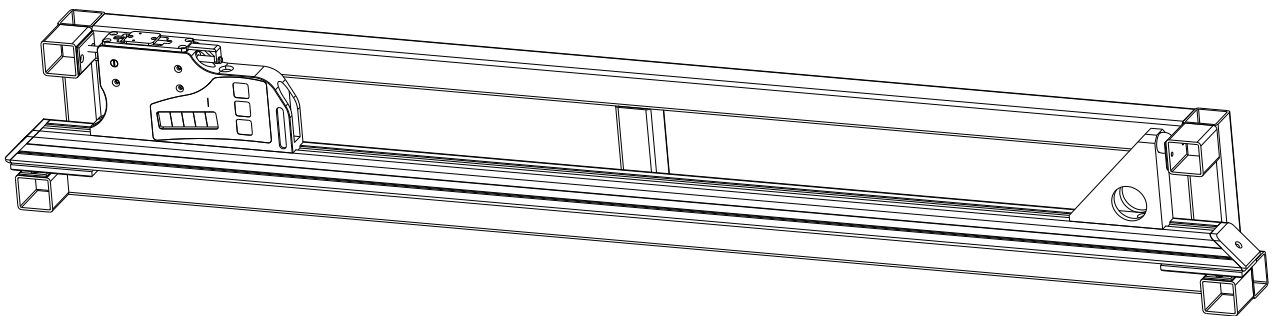

Рисунок 3
- Нажимаем **Зелёную** кнопку, значение калибра начнет мигать – это означает, что необходимо установить скобу на калибр. Измерительный наконечник и опорный шар скобы должны быть плотно прижаты к калибру (рис.3).